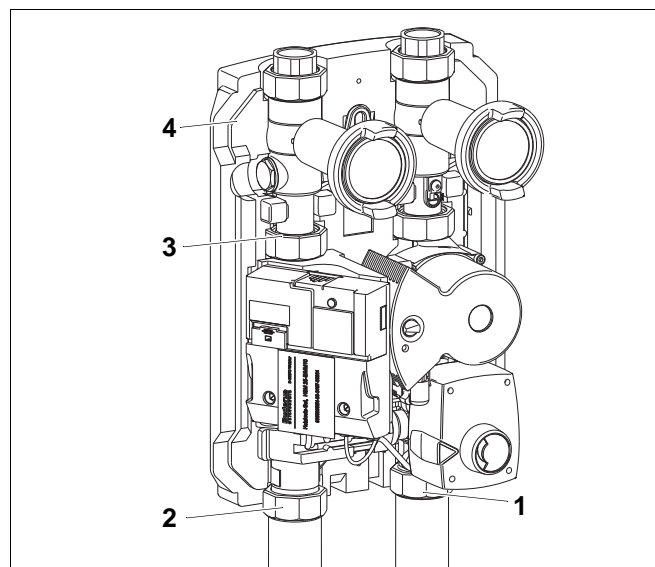

Fig. 3 Montaggio del set del circuito di riscaldamento HS/HSM con EMS
- Inserire le guarnizioni nei collegamenti a vite (fig. 3, **pos. 1 e 2**) (tubi dalla caldaia).